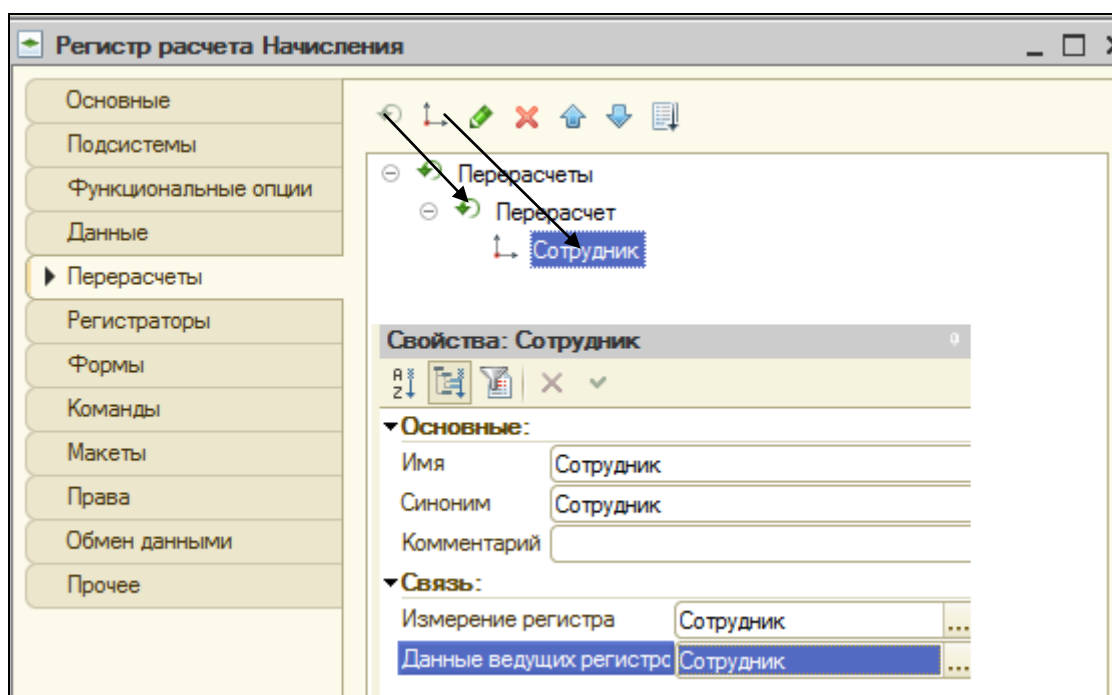

Рисунок 8.7 Перерасчеты регистра
12. Создать объект конфигурации **Перерасчет** с именем **Перерасчет**. Перейти на закладку **Перерасчеты**. Добавить новый регистр с именем **Перерасчет**. К нему добавить измерение **Сотрудник** (рис. 8.7).